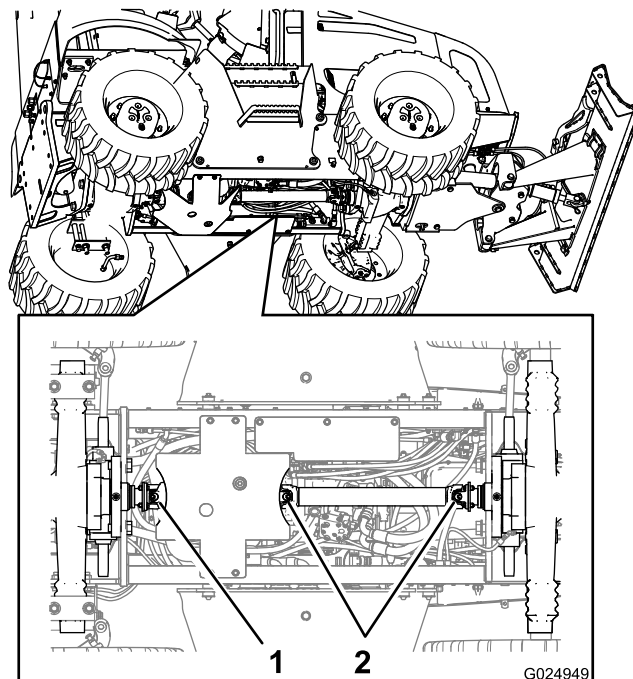

Рисунок 62
2. Подсоедините смазочный шприц к масленке скользящей муфты в переднем конце ведущего вала; введите консистентную смазку в масленку, сделав 2-3 качания шприцом (Рисунок 62).
3. Подсоедините смазочный шприц к масленке универсального шарнира в переднем конце ведущего вала; введите консистентную смазку в масленку, сделав 2-3 качания шприцом (Рисунок 62).
4. Подсоедините смазочный шприц к масленке универсального шарнира в заднем конце ведущего вала; введите консистентную смазку в масленку, сделав 2-3 качания шприцом (Рисунок 62).